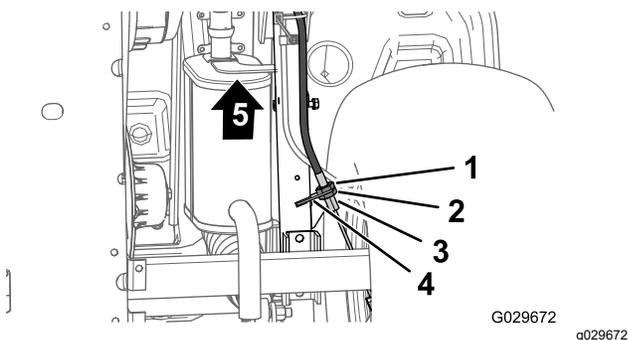

Figura 67
3. Sulla parte inferiore della macchina, allentate di 4 giri il controdado posteriore per il regolatore filettato del cavo del freno di stazionamento (Figura 67).
4. Serrate il controdado anteriore (Figura 67).
- A. Allentate di 1 giro il controdado anteriore (Figura 67) per il regolatore filettato del cavo del freno di stazionamento.
- B. Serrate il controdado posteriore (Figura 67).
- A. Allentate di 1 giro il controdado posteriore (Figura 67) per il regolatore filettato del cavo del freno di stazionamento.
- B. Serrate il controdado anteriore (Figura 67).